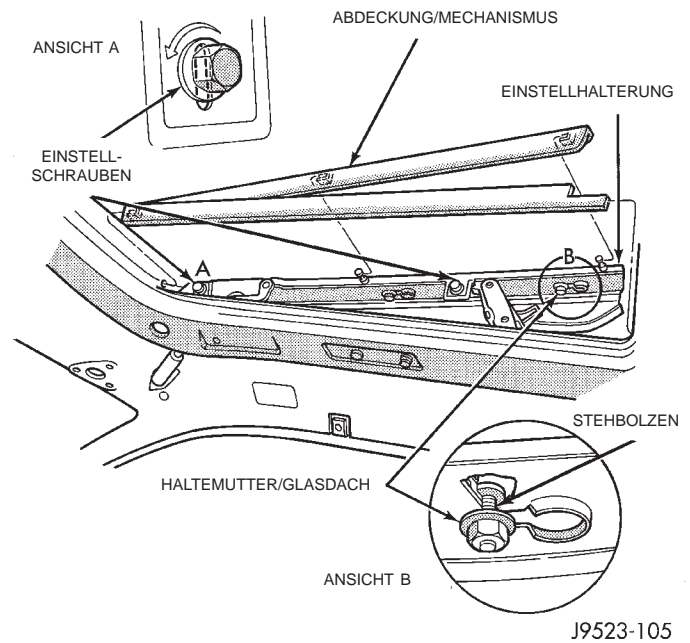

Abb. 13 Glasdach ausrichten
- (1) Glasdach in Belüftungsstellung bringen.
- (2) Obere Hälfte der Abdeckungen des Mechanismus nach hinten schieben, bis die Halteclips ausrasten. Abdeckungen aus dem Fahrzeug nehmen (Abb. 13).
- (3) Glasdach schließen. Einstellschrauben wie in Ansicht A dargestellt einzeln lösen (Abb. 13) und die Ecken des Glasdachs einzeln ausrichten.
- (4) Vorderkante des Glasdachs so ausrichten, daß sie 1 mm (0,040 Zoll) unter der Oberseite des Dachblechs steht.
- (5) Hinterkante des Glasdachs so ausrichten, daß sie 1 mm (0,040 Zoll) über der Oberseite des Dachblechs steht.
- (6) Einstellschrauben festziehen und Abdeckungen anbauen.